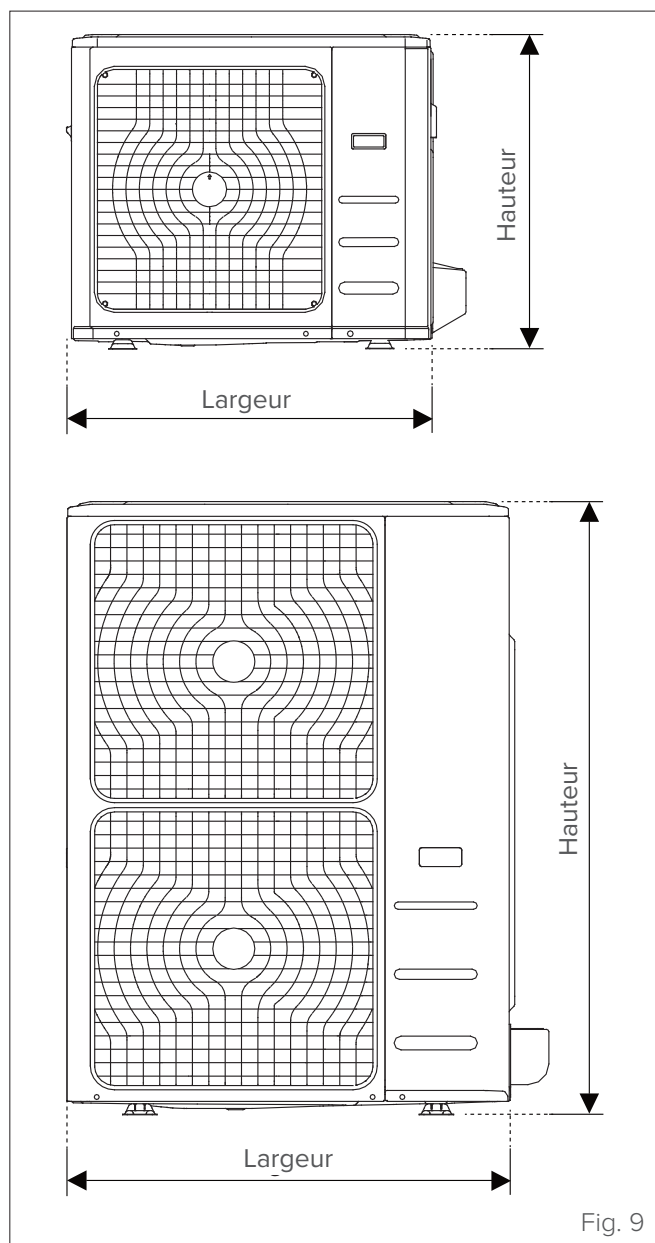

Fig. 9
- 1 Marquer les emplacements des trous pour les supports en fonction des mesures indiquées sur le schéma des dimensions de montage (voir «Fig. 9»).